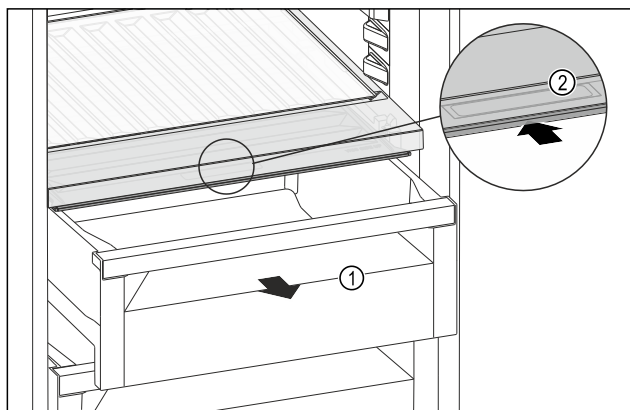

Fig. 110
- Schubfach Fig. 110 (1) herausziehen.
- Griffmulde Fig. 110 (2) am Fachdeckel anfassen und Fachdeckel gleichzeitig nach hinten schieben.